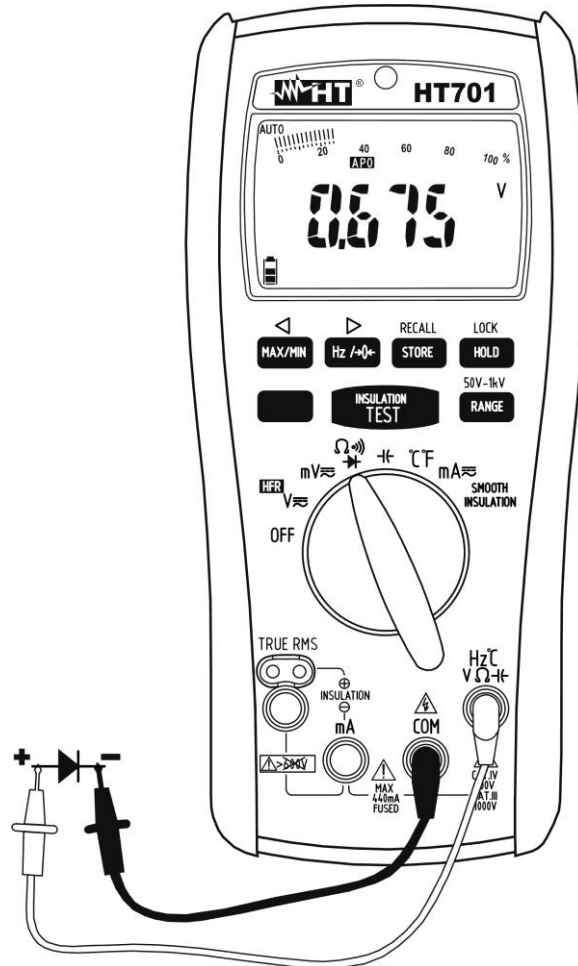

Fig. 7: Uso del instrumento para la prueba Diodos
4. Posicione las puntas en las extremos del diodo en examen respetando las polaridades indicadas (vea Fig. 7). El valor de la tensión de umbral en polarización directa se muestran el visualizador. Para una buena unión P-N el instrumento debe visualizar un valor comprendido entre 0.4 y 0.9V. Si el valor de la tensión de umbral es 0mV la unión P-N del diodo está en corto circuito
5. Si el instrumento visualiza el mensaje "**OL**" los terminales del diodo están invertidos respecto a lo indicado en Fig. 7 o bien la unión P-N del diodo está dañada